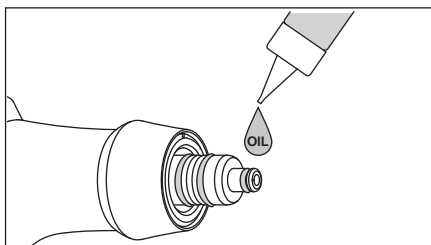

Abb. 21
1) Trocknen Sie den O-Ringbereich der Pulverkammer und den Bereich des Einstellrings; tragen Sie einen Tropfen des mitgelieferten Turbinenöls auf und verreiben Sie es z. B. mit den Fingern. (Abb. 21, 22)